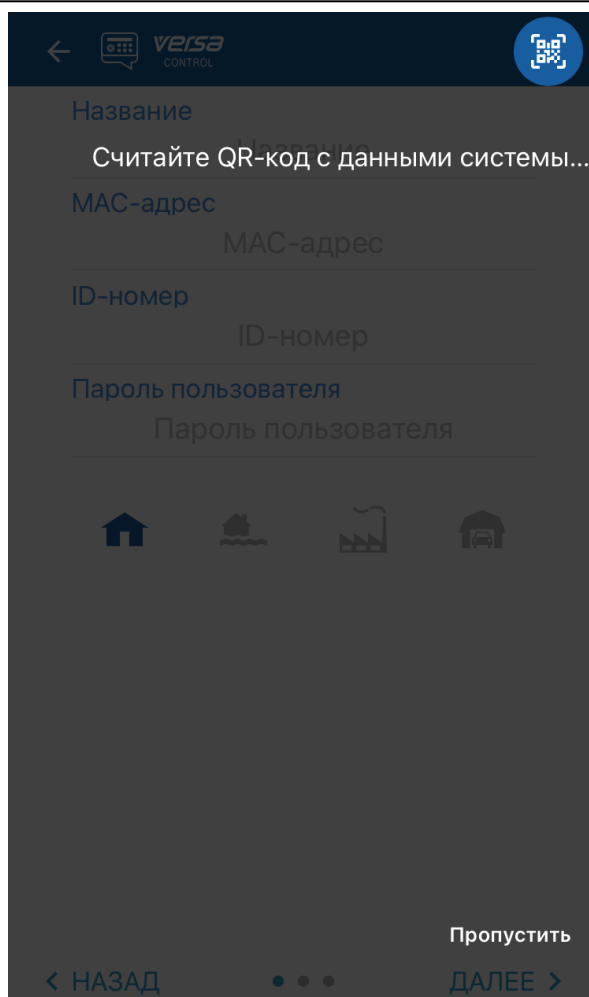

Рис. 8. Мобильное приложение VERSA CONTROL (iOS): самоучитель.
3. Отобразится самоучитель (рис. 8). Коснитесь «Пропустить», чтобы пропустить его.